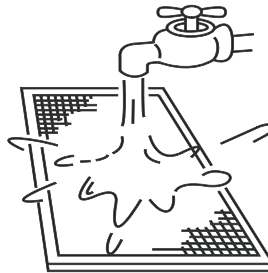

Figura 60
- b. El lado de la entrada de aire debe estar boca abajo cuando se utiliza agua limpia. (Consulte la Figura 60)